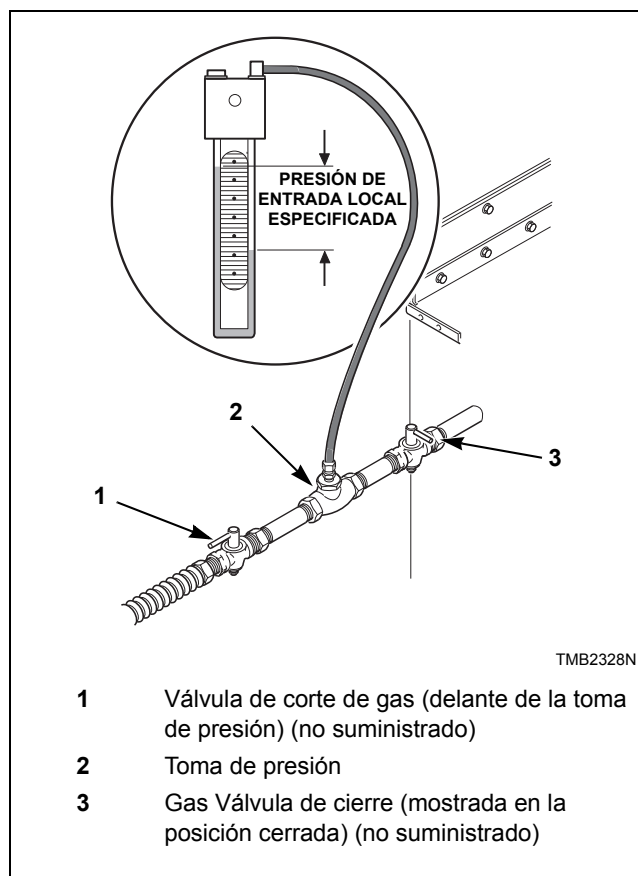

Figura 15
1. Desconecte la corriente eléctrica de la secadora. Cierre la válvula de corte de la secadora. Consulte la *Figura 15*.